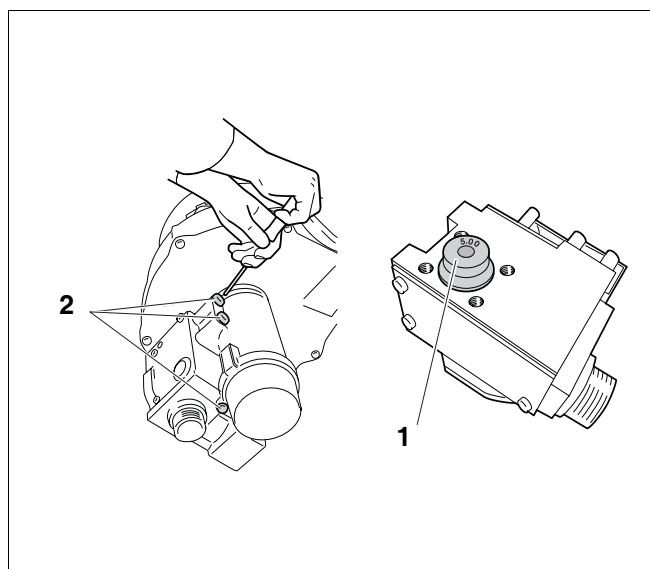

Bild 58 Gasarmatur
- Schrauben vom Venturi (→ Bild 58, [2]) lösen.
- Gasdüse (→ Bild 58, [1]) herausnehmen.